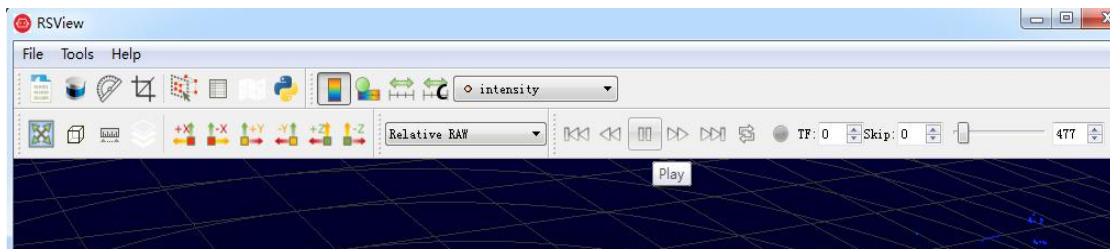

图 C-8 RSView Play 按钮和 Scrub 滑动工具
4. 点击 **Play** 按钮可以播放或者暂停数据。使用 **Scrub** 滑动工具前后滑动可以选择数据中不同位置的帧，此工具和 **Record** 按钮在同一个工具栏内(图 C-8)